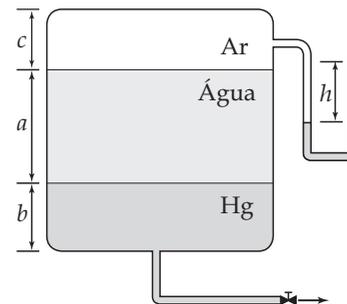

Figura Ep1.35
**Ep1.35** O tanque da Figura Ep1.35 contém ar, água e mercúrio a 20°C. Sabendo que  $h = 1,2$  m,  $a = 4,0$  m,  $b = 0,8$  m,  $c = 1,0$  m, que a pressão atmosférica local é igual a 720 mmHg e o diâmetro do tanque é igual a 1,2 m, pede-se para determinar: